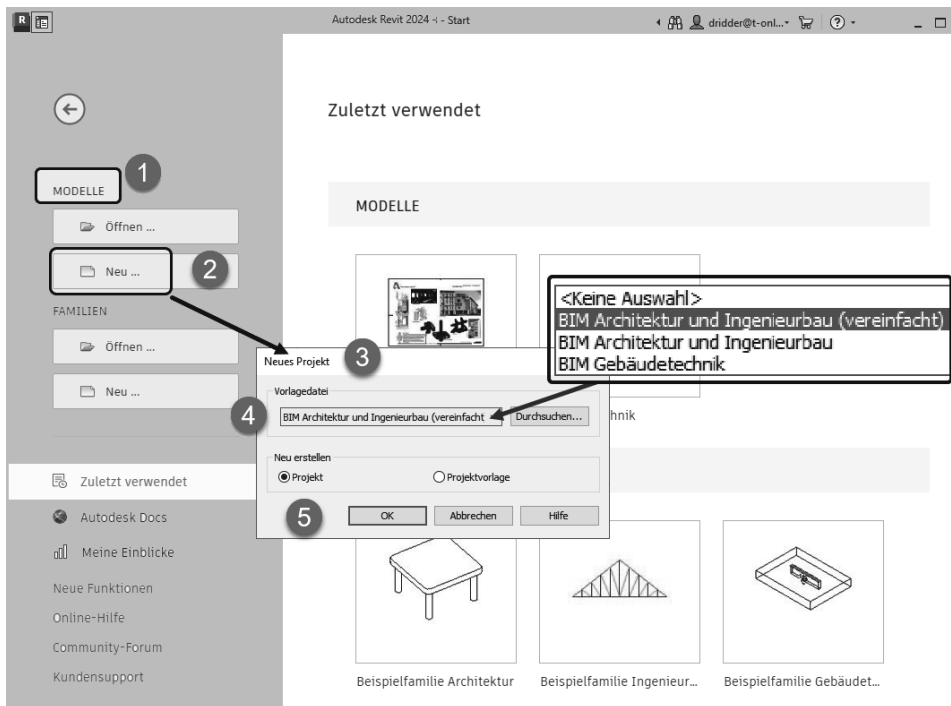

Abb. 1.6: Begrüßungsseite von Revit und Projektstart
Die normale Programmnutzung beginnt mit MODELLE|NEU ❶, ❷ (Abbildung 1.6) oder für ein bestehendes Projekt mit MODELLE|ÖFFNEN bzw. durch Anklicken eines Vorschaubildes.